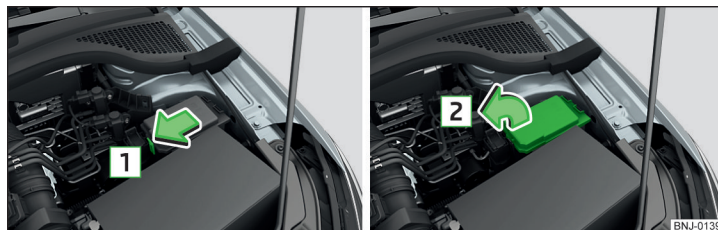

Fig. 283 Scoateți capacul
- › Comprimați tastele de blocare în sensul săgeții și scoateți capacul în sensul săgeții » fig. 283.